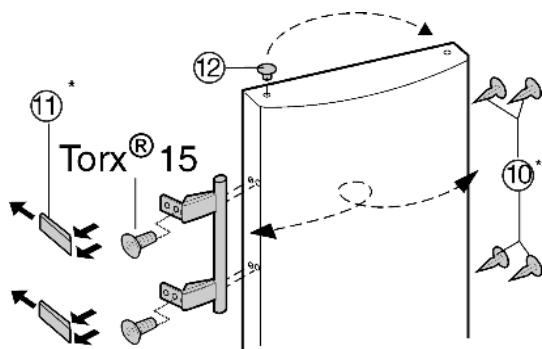

Fig. 8
- ▶ Vip proppen *Fig. 8 (12)* ud af dørlejbøsningen og flyt den.
- ▶ Afmonter dørhåndtag, prop *Fig. 8 (10)* og trykplader *Fig. 8 (11)* og flyt dem til den modsatte side.